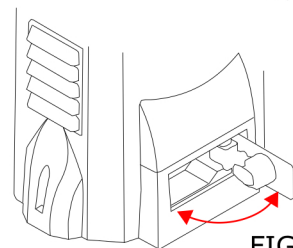

FIG. 2
- luego tirar la manecilla de desbloqueo hacia la derecha - (FIG. 2). Así se libera el piñón, pudiendo abrir el portón a mano.